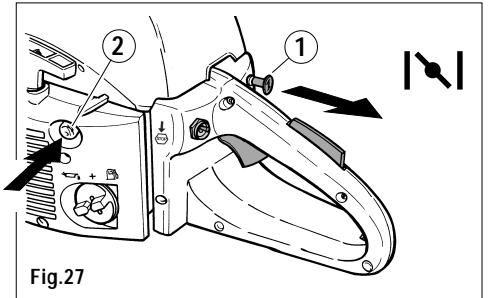

Fig.27
- 3) Tirare a fondo il pomolo dell'aria (fig.27 part.1). Pressare a fondo ripetutamente il bulbo (Primer) del carburante (fig.27 part.2).